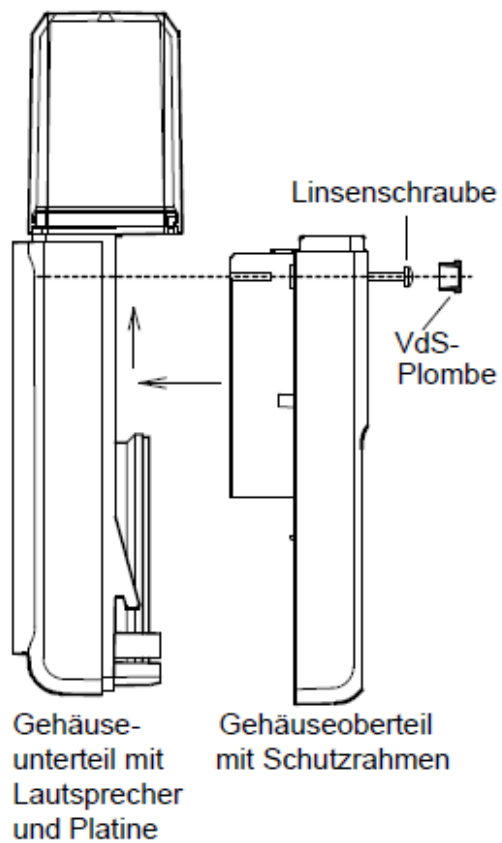

Bild 2: Gehäuseoberteil verschrauben
4. Stecken Sie das Gehäuseoberteil mit dem Schutzrahmen auf das Gehäuseunterteil (mit Lautsprecher und Platine) auf. Dabei das Gehäuseoberteil ca. 5 mm nach unten versetzt auf das Gehäuseunterteil aufsetzen und das Gehäuseoberteil nach oben schieben (siehe Bild 2).
6. Setzen Sie die VdS-Plomben ein (siehe Bild 2).